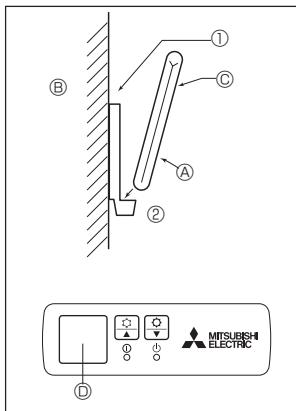

Fig. 6-2
2) Metoda instalacji (Fig. 6-2)
- ① Zamocować uchwyt pilota zdalnego sterowania w żądanym miejscu za pomocą 2 wkrętów samogwintujących.
- ② Umieścić dolny koniec pilota zdalnego sterowania w uchwycie.